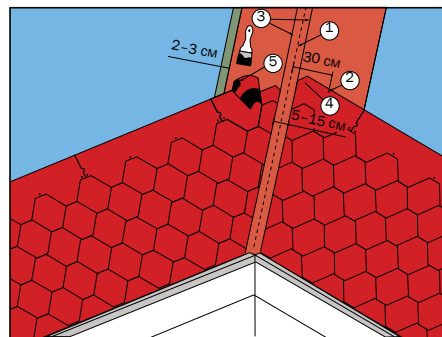

Рис. 18
Рядовая черепица укладывается поверх ендовного ковра и монтируется в хаотичном порядке до линии подреза (3) в сторону оси ендовы (1) (рис. 18). Каждая черепица дополнительно фиксируется с помощью кровельных гвоздей в верхней части (2). Не следует прибивать специальные гвозди на расстоянии ближе 30 см от центральной оси ендовы (1). Так собираются две поверхности ската относительно ендовы. После чего при помощи шнуры (отбивки) отбиваются две мелованные линии (3). Затем рядовая черепица прорезается по линии 3. При этом необходимо подкладывать специальную дощечку, чтобы не повредить целостность гидроизоляционного ковра. Для отбоя воды в ендове необходимо подрезать каждую черепицу (4) и промазывать битумной мастикой ТехноНИКОЛЬ с тыльной стороны на величину 10 см в местах отсутствия самоклеющегося слоя (5).
Сначала монтаж рядовой черепицы выполняется на малоуклонном скате с нахлестом на более крутой скат на величину не менее 30 см (рис. 18). Каждая черепица дополнительно фиксируется с помощью кровельных гвоздей в верхней части (2). Не следует прибивать спе-